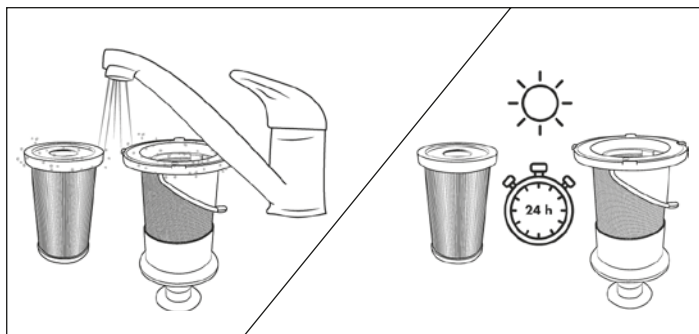

Abb. 22
- 5) Spülen Sie den EPA-Filter **5** und den Edelstahlfilter **6** unter kaltem oder lauwarmem Wasser aus. Lassen Sie den EPA-Filter **5** und den Edelstahlfilter **6** vollständig an der Luft trocknen, bevor Sie sie wieder in den Staubbehälter **7** einsetzen (siehe Abb. 22).